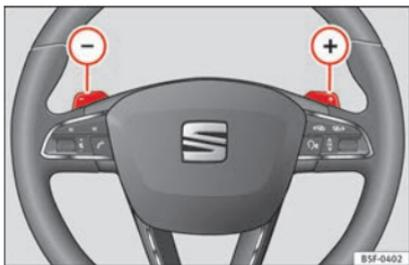

Abb. 193 Lenkrad: die Hebel für Automatikgetriebe.
- Um einen Gang hochzuschalten, tippen Sie die Schaltwippe **+** an » » Abb. 193.